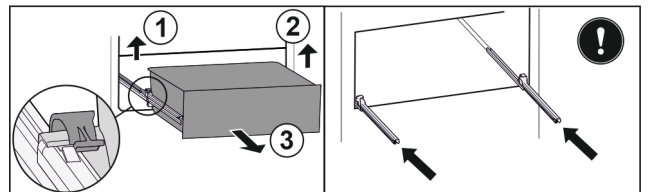

Fig. 93
- Sollevare il morsetto sinistro e allo stesso tempo tirare in avanti il cassetto sinistro. Fig. 93 (1)
- Sollevare il morsetto destro e allo stesso tempo tirare in avanti il cassetto destro. Fig. 93 (2)
- Rimuovere il cassetto tirandolo in avanti. Fig. 93 (3)